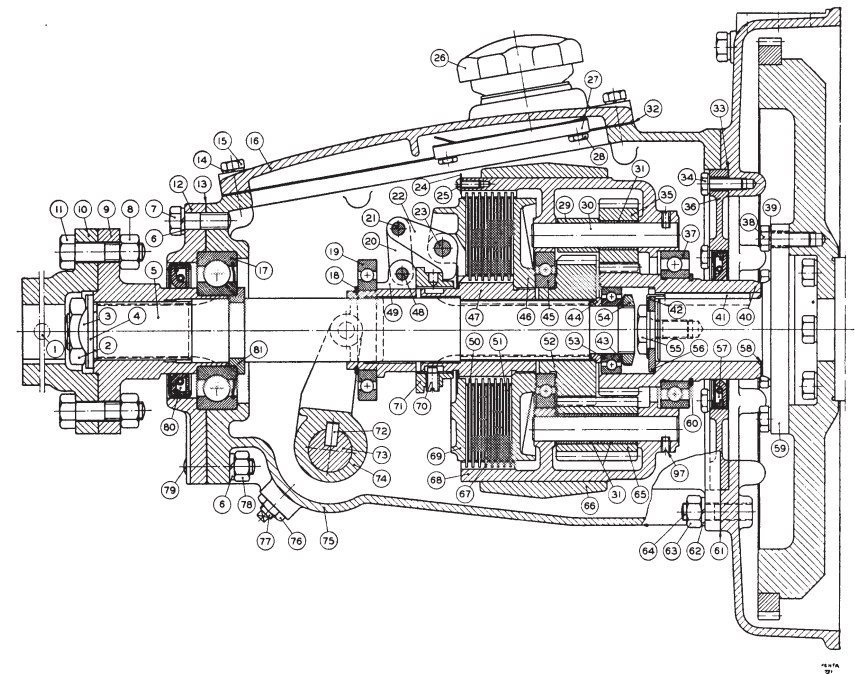

Fig. 15. Mekaniskt backslag.
Lamellkopplingen för gång framåt ansättes med ställringen (71, fig. 15), vilken blir åtkomlig, sedan luckan på backslagskåpan borttagits. Ställringen är låst med en låsskruv (70). Ställ backslaget på neutral-läge och vrid kopplingsmekanismen, så att låsskruven blir åtkomlig. Lägg in "back", så att bromsbandet håller fast planethuset. Lossa låsskruven och vrid ställringen medurs, sett akterifrån, så mycket att ett tydligt motstånd känns i manöverspaken vid inkoppling "fram". Lås därefter låsskruven. Om skruven kommer att ligga mitt för en hävarm, så att den ej kan dragas åt flyttas skruven till ett annat av de gängade hålen i ställringen. Montera åter luckan.